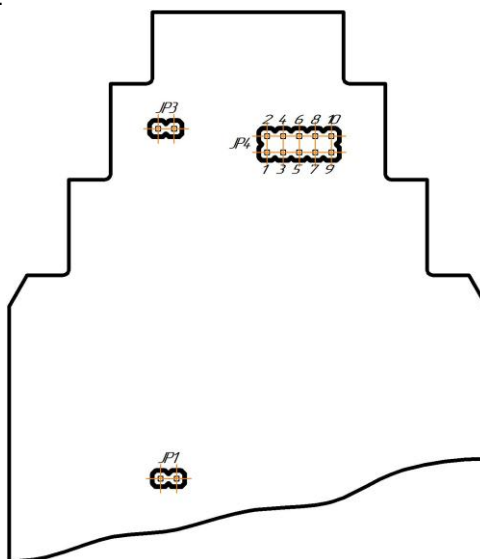

Рисунок 5.1 – Положение переключки на плате модуля (корпус модуля снят)
4.3.6.1 Обесточить модуль, снять с шины и установить перемычку JP1 (положение – см. рис. 5.1), после чего установить модуль обратно на шину. Модуль перейдет в режим конфигурации сетевых настроек, о чем будет свидетельствовать мигание светодиода "PWR" на передней панели прибора.